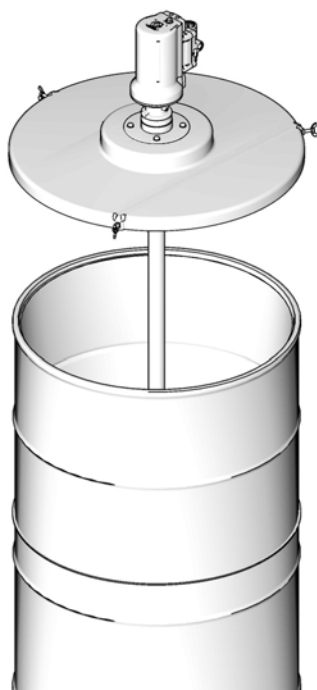

FIG. 9
- Introduire le tube descendant de la pompe dans le centre de l'œillet en caoutchouc de la plaque d'appui (FIG. 9).